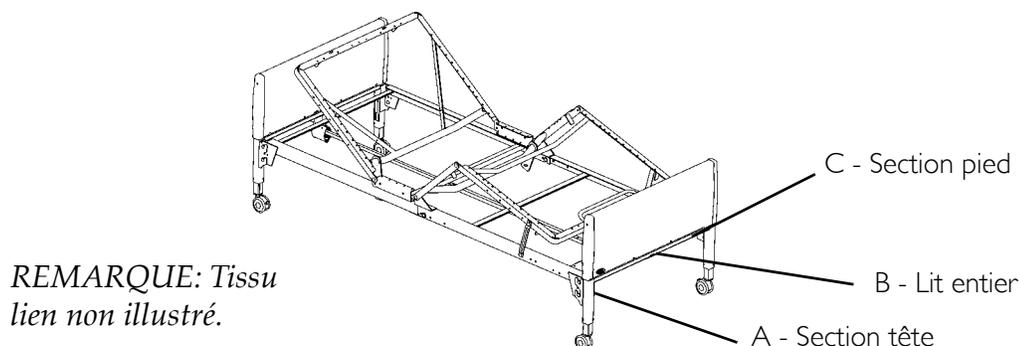

FIGURE 2.3 Utilisation de la manivelle d'urgence - Fonctionnement du lit entièrement électrique - Modèles 5410IVC et 5411IVC
REMARQUE : Pour cette procédure, se référer à la FIGURE 2.3, page 17.
2. Repérer l'extrémité exposée de l'arbre correspondant à la manœuvre désirée. Se référer à la rubrique FIGURE 2.3.